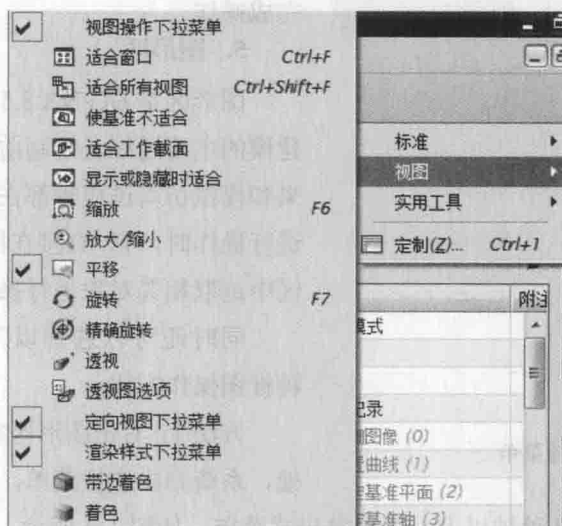

图 1-7 “视图”工具栏部分按钮
② 把光标移动到“添加或移除按钮”→“视图”位置, 弹出一个下拉列表, 包含该项目下所有工具按钮(图 1-7), 单击某个按钮, 该按钮可以显示在屏幕上, 再单击一次对该按钮进行隐藏。
(4) 拖动工具条到屏幕上的合适位置, 完成设置。